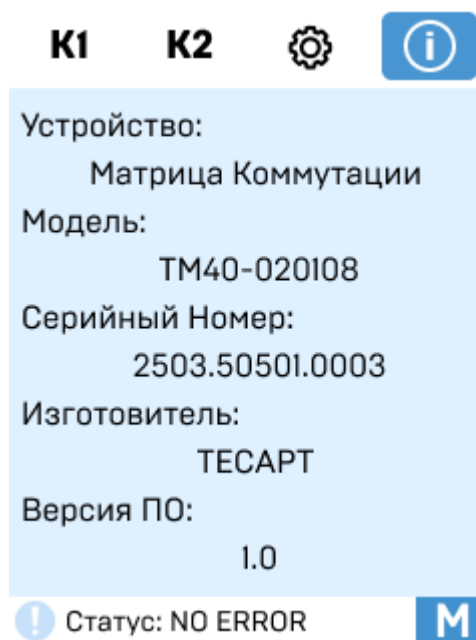

Рисунок 9 – Меню справочной информации о матрице
2.3.2.7 При нажатии на кнопку  производится переход в меню справочной информации о матрице (рисунок 9).